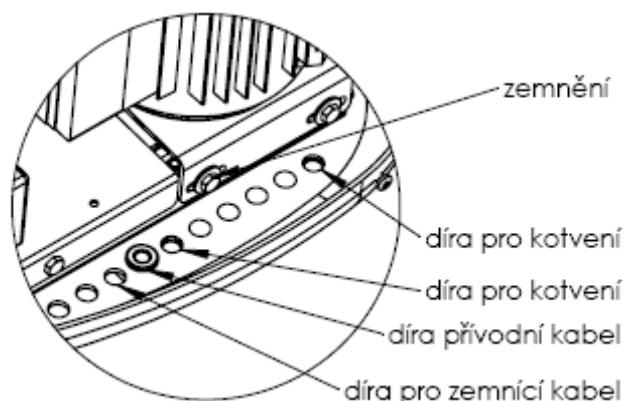

Fig. 3
- la fixation est effectuée à l'aide des vis d'ancrage M8-160 (fig.3) et d'une préparation chimique (mortier résineux à deux composants pour la fixation des parties mécaniques à la couche sous-jacente minérale). La profondeur d'enfoncement des vis est de 138 mm. Pour le blocage, utiliser des cales d'une largeur de 8,2 et un écrou autobloquant M8. Ni les vis ni les autres matériaux ne font partie de la livraison.
- la fixation est réalisée à l'aide des vis d'ancrage M8-160 (fig.3) et préparation chimique. La profondeur d'enfoncement des vis est de 138 mm. Pour bien les assurer, il faut utiliser des cales d'une largeur de 8,2 et un écrou autobloquant M8. Ni les vis ni les autres matériaux ne font partie de la livraison.
- le câble d'arrivée de 3 x 1,5 mm2 est passé par l'orifice de passage de câble du capot inférieur, voir fig. 3. Il doit être ensuite assuré contre l'arrachement à l'aide du verrou préparé dans le boîtier. Le câble doit être amené vers la pompe de nage à contre-courant dans une gaine de protection du câble.